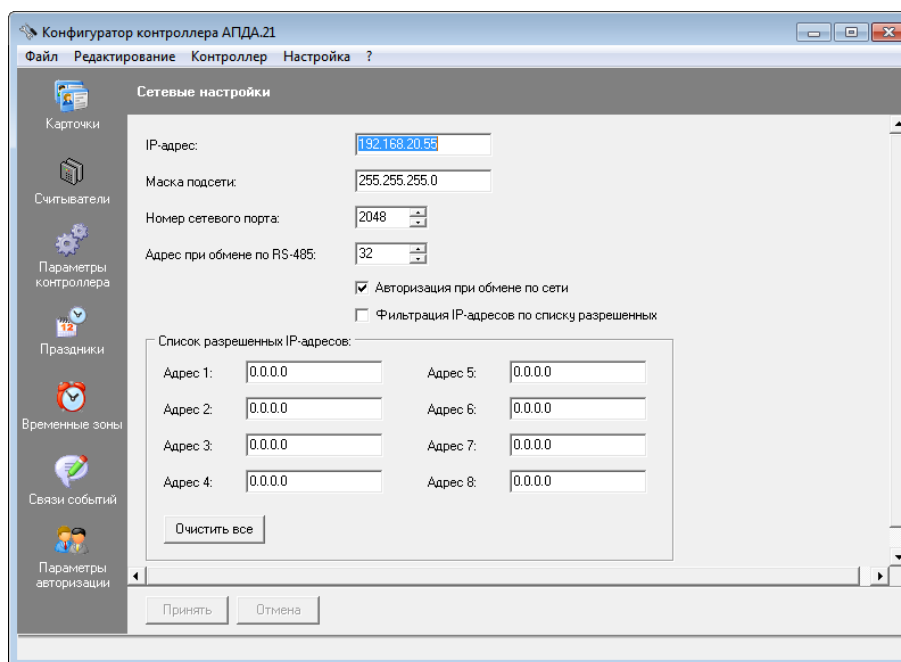

Рисунок 346 – Окно "Сетевые настройки"
- 10) Выберите пункт меню "Редактирование/Сетевые настройки". В рабочем окне программы отобразится окно "Сетевые настройки" (см. Рисунок 346).